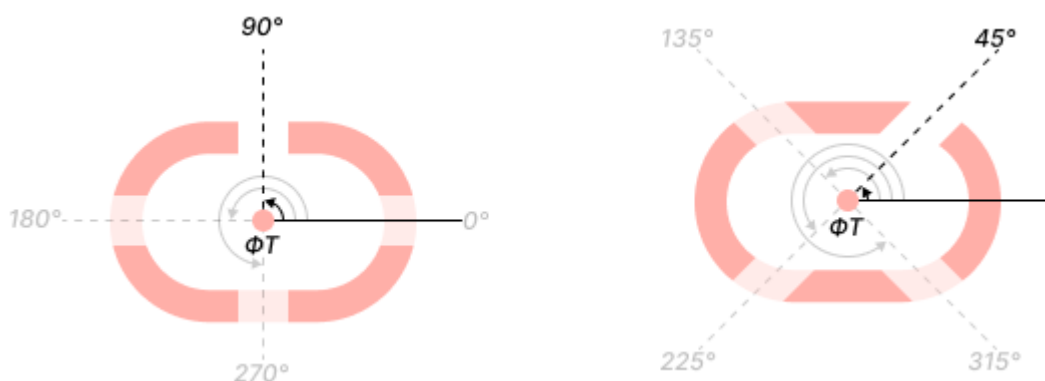

Рис. 221 Построение спиц термобарьера
- Угол наклона спицы – значение угла, под которым строится первая спица, относительно оси X против часовой стрелки. Значение может быть задано в диапазоне 0 – 359° с шагом 1° , см. Рис. 221.